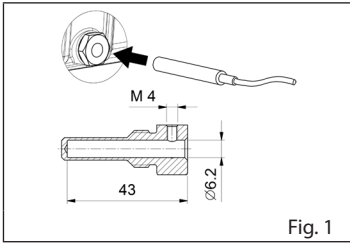

Fig. 1
- 4.8 **Breng op de pomp een temperatuursensor aan in de olieaftapdop** (afb.1) of rechtstreeks in contact met de smeerolie (in plaats van de olieaftapdop) en verbind deze zodanig met het systeem dat situaties waarin de temperatuur boven de grenzen stijgt die staan vermeld in de gebruiks- en onderhoudshandleiding of in het boekje met technische gegevens (wanneer aanwezig) gesignaleerd worden, en de pomp geblokkeerd wordt. Deze apparatuur moet met de tussenkomst van de klant worden gemonteerd door ervaren personeel, in overeenstemming met de geldende normen.